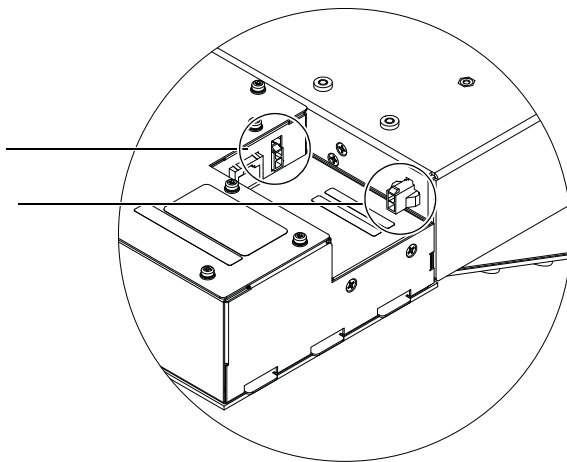

图 33 将两根直流电源线连接至主控模块
- 1 将主控模块固定在盒架上方，将线束中的两根 2 针 Molex 线缆分别连接至模块侧端上的两个直流输入（见图 33）。